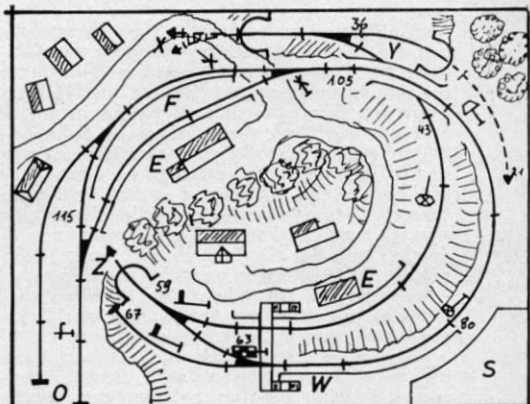

Abb. 1. Obere (sichtbare) Ebene. Zeichnungsmaßstab für H0 = 1 : 20, für TT = 1 : 15, für N = 1 : 10.
Abb. 1. Die aus einer P 8 entstandene Tenderlok der Baureihe 78¹⁰. Da die Lok jedoch keine seitlichen Wasserkästen erhalten hat, wirkt sie eigentlich doch noch nicht so recht als Tenderlok.
Ein Beispiel dafür ist die P 8, die in einigen wenigen Stücken zu Tenderlokomotiven der Baureihe 78¹⁰ umgemodelt wurde (Abb. 1). Sie sind dadurch für den Einsatz auf Kurzstrecken (ohne Wendemöglichkeit in den Endstationen) besser geeignet und halfen so, einen gewissen Mangel an leistungsfähigen, schnellen Tenderlokomotiven zu überbrücken. Begünstigt wurde
Abb. 1. Unmaßstäblicher Lageplan der gesamten Wagenwaschanlage. A ist das Eingangsportal (Abb. 2 und 3), bei dessen Durchfahren die Triebwagen „eingeseift“ werden. B sind die Dach-Reinigungswalzen (Abb. 6 u. 8), C sind die Seitenwand-Reinigungswalzen (Abb. 7 u. 9) und D ist die Absprühreinrichtung (Abb. 10–12) zur Schlußreinigung.
In dem Portal (A) (Abb. 1, 2 und 3) wird der Zug „eingeseift“; dem Fahrzeugprofil genau entsprechende bewegliche Verkleidungen schützen die Umgebung vor den Spritzern der Waschlauge. Während der Wagen danach weiter durch die Anlage fährt, gehen im Wageninnern vier Männer an die Arbeit, um auch die Abteile auf Hochglanz zu bringen.
Nachdem wir Ihnen im letzten Heft ein paar Kostproben von eng gekuppelten D-Zugwagenmodellen vorgesetzt haben (D-Zug bzw. Schnellzug im weitesten Sinn' als Sammelbegriff für längere Vierachser mit Gummiwulstattrappen), wollen wir diesmal nicht nur Ihren etwaigen Appetit noch mehr steigern, sondern auch noch die Zusammenhänge etwas näher beleuchten. Abb. 1 soll Ihnen nochmals vor Augen führen, welch' herrlich geschlossene Zugeinheit mit den Märklin-Wagen Nr. 4043 zu erzielen ist, und wer nicht glaubt, daß dieser anstandslos den Standard-Radius von 360 mm einschließlich S-Kurven durchfährt – geschoben und gezogen – dem steht es frei, unsere Behauptung höchstpersönlich zu überprüfen.
Abb. 1. Noch enger geht's nicht mehr! Der Abstand zwischen den einzelnen Wagen beträgt knapp etwas mehr als 1 mm und dabei können anstandslos die Märklin-Gleisbögen 5100 und S-Kurven (wohlbemerkt: aber nur mit einer halben Zwischen-Geraden!) befahren werden. Bei einem so engen Abstand sind allerdings die Abschrägungen der Wulste im Sinne der Abb. 6 sehr genau vorzunehmen (s. Abb. 13!) und außerdem die Wulstimitationen auf genau senkrechten Sitz zu überprüfen (gegebenenfalls entsprechend befeilen!). Der enge Abstand zwischen Lok und Wagen wird unter Abb. 12 erläutert.